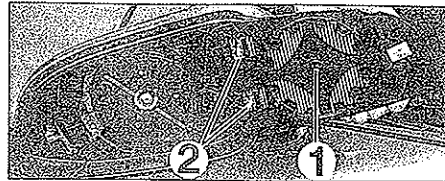

FIG. 60
- Desconectar el sistema de desempañado (2) (fig. 60).